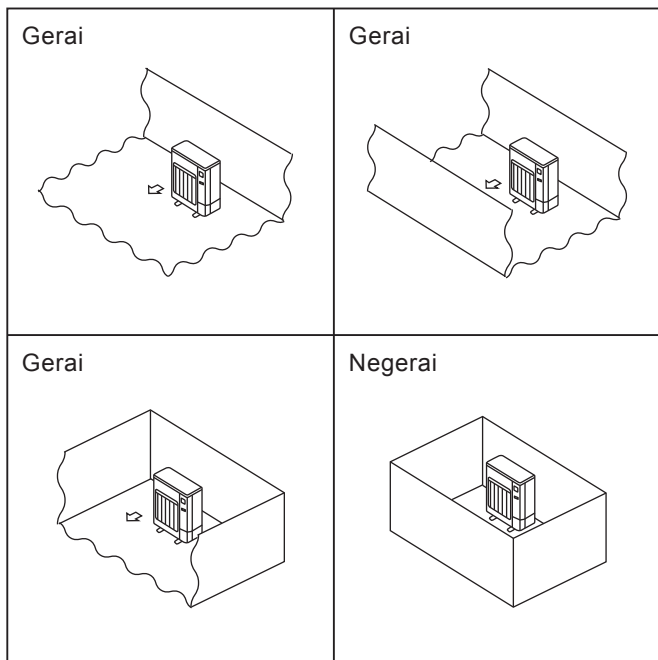

Fig. 2-1
- ⓘ Išorinius įrenginius montuokite vietoje, kurioje prie jų būtų galima prieiti bent iš keturių pusių. Be to, vieta turi būti pakankamai didelė be jokių nuolaidžių paviršių. (Fig. 2-1)